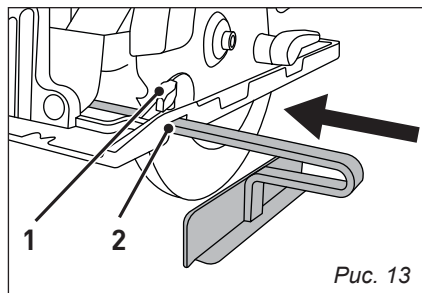

Рис. 13
1. Установите упор в пазы на опорной плите пилы (рис. 13, поз. 2).
3. Надежно закрепите упор (рис. 13, поз. 1).